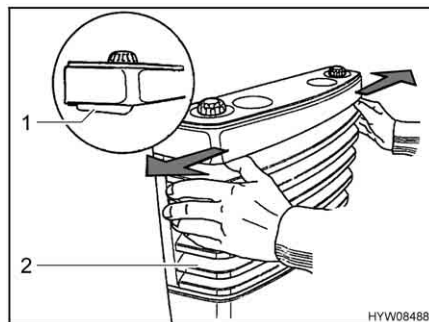

Fig. 107 Rimozione della copertura del riscaldamento
- Rimuovere la copertura del riscaldamento (Fig. 107,2). A tale scopo spingere contemporaneamente verso l'esterno le due leve di chiusura (Fig. 107,1) e ribaltare la copertura in avanti.